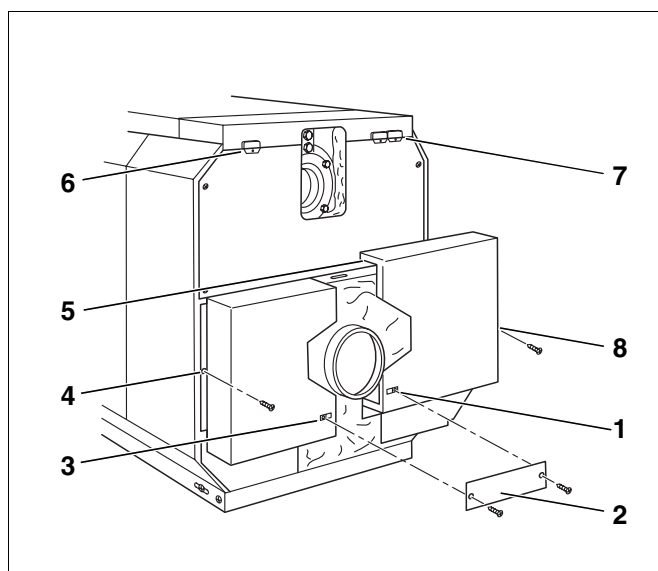

Fig. 56 Montarea elementelor peretelui posterior
- Se introduc piulițele autoblocante în peretele lateral din stânga și din dreapta cât și elementele peretelui posterior al cazanului (fig. 56, **poz. 1, 3, 4 și 8**).
- Elementele inferioare ale peretelui posterior al cazanului se agață în stânga și în dreapta în fantele din profilul elementului superior al peretelui posterior al cazanului și al peretelui lateral (fig. 56, **poz. 5**).
- Tabla de legătură (fig. 56, **poz. 2**) se fixează cu șuruburi de tablă sub ștuțul gazelor de evacuare pe elementele pereților posteriori ai cazanului.
- Clemele din material plastic pentru pozarea caburilor se fixează, la alegere, în stânga sau în dreapta de peretele posterior, de sus, al cazanului (fig. 56, **poz. 5 și 6**).